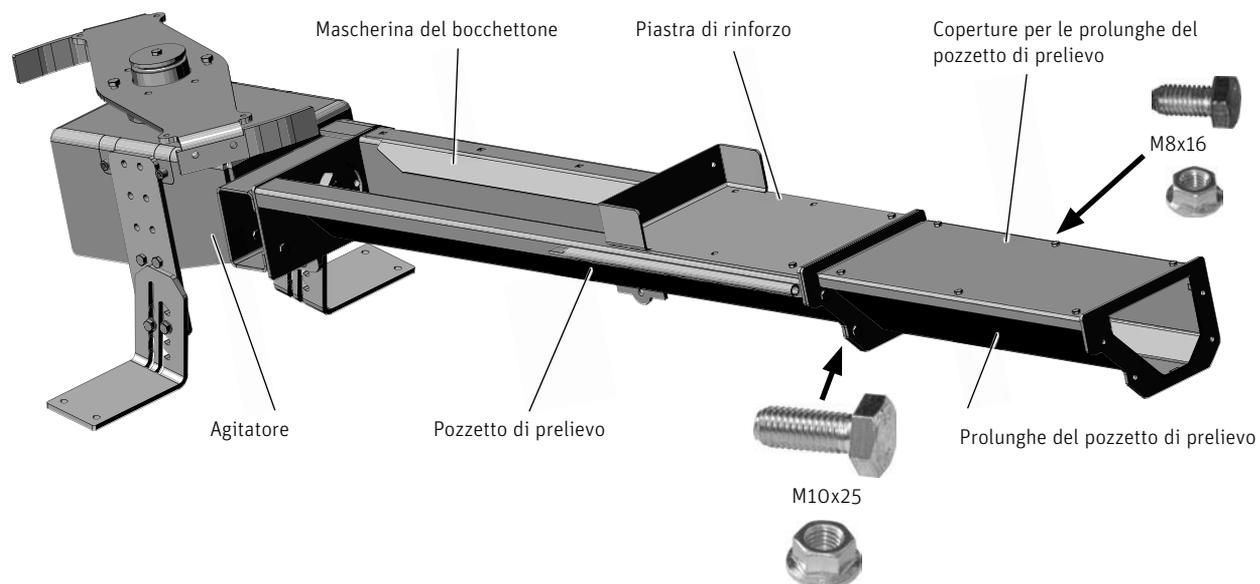

Fig. 125 Pozzetto di prelievo con piastra di rinforzo, mascherina del bocchettone e coperture per le prolunghe del pozzetto di prelievo
- Montare il pozzetto di prelievo; avvitare le prolunghes del pozzetto di prelievo di lunghezze diverse (struttura modulare) e montarle sull'agitatore ciascuna con 4 viti a testa esagonale M10x25 e i dadi flangiati M10 – Fig. 120. A tal scopo sigillare tutti i moduli, che si trovano all'esterno del magazzino, con del nastro isolante (per evitare la formazione di polvere) – Fig. 121. Montare le coperture all'esterno del magazzino sul pozzetto di prelievo con viti a testa esagonale M8x16 e dadi flangiati M8 – Fig. 125.